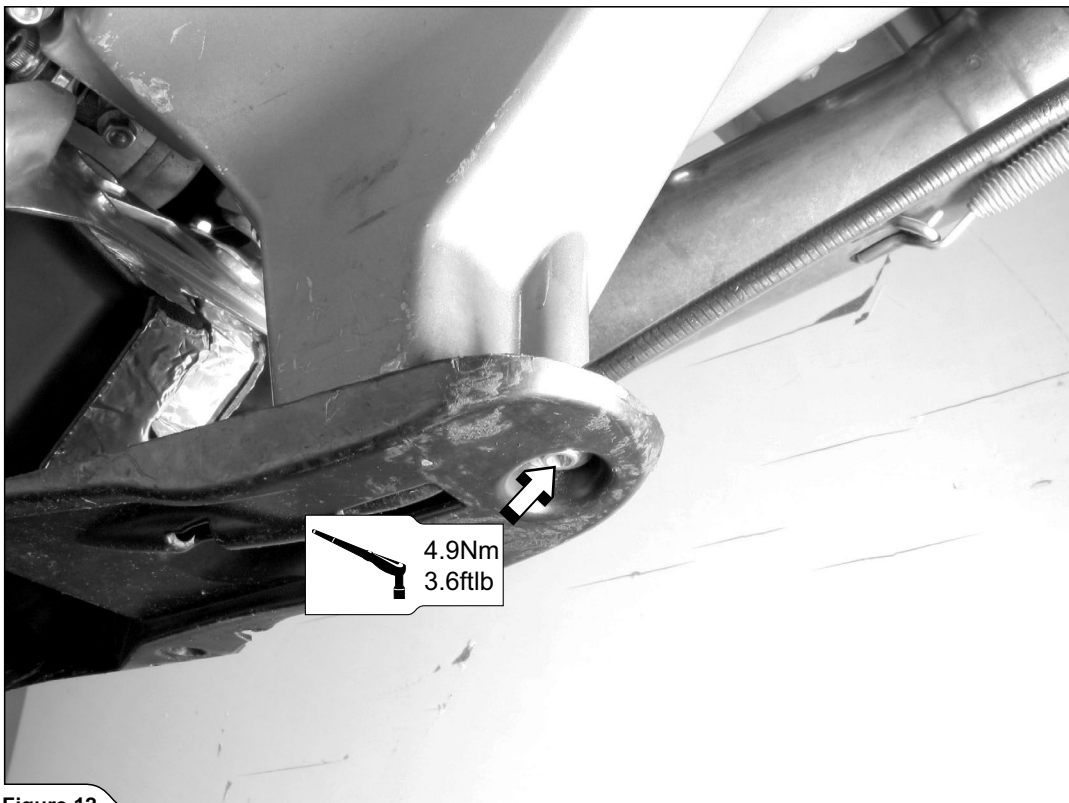

Figure 12
8. プラスチック製プロテクションの後部をオイルパン上に締め付けます (図 12)。